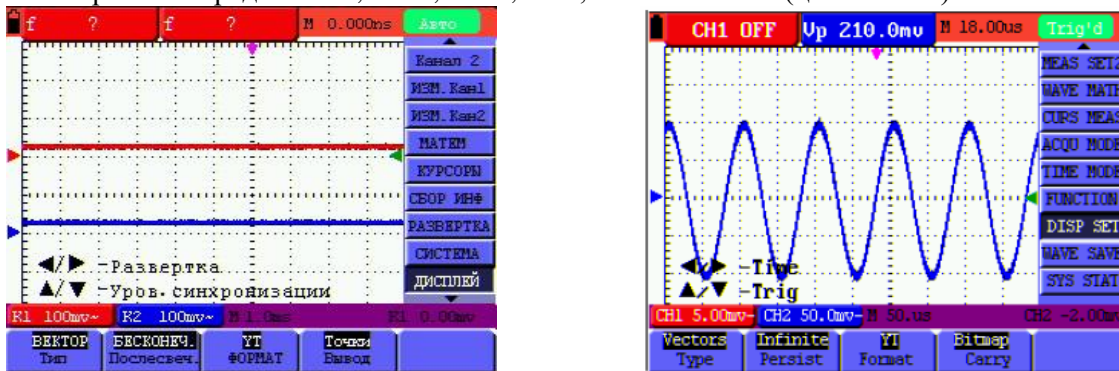

Рис. 15: Режим послесвечения (накопления)
2. С помощью кнопок \uparrow \downarrow выбрать строку – **DISP SET (Экран)**. При этом в строке настроек будут доступны 4 варианта для выбора (см. рис.15).